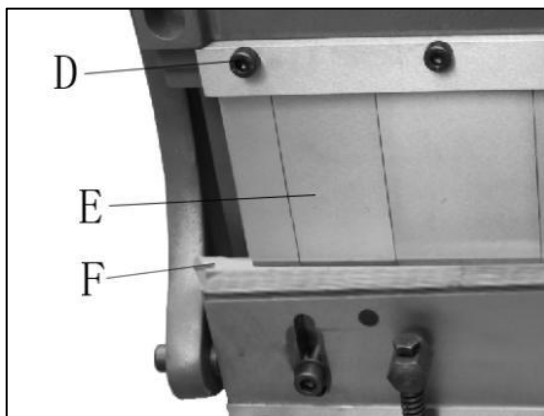

Figura 5
31. Posizionare una striscia di legno (F, Figura 5) su matrice inferiore, l'intera lunghezza della matrice.
33. Allentare le viti (D) utilizzando una chiave esagonale da 5 mm.